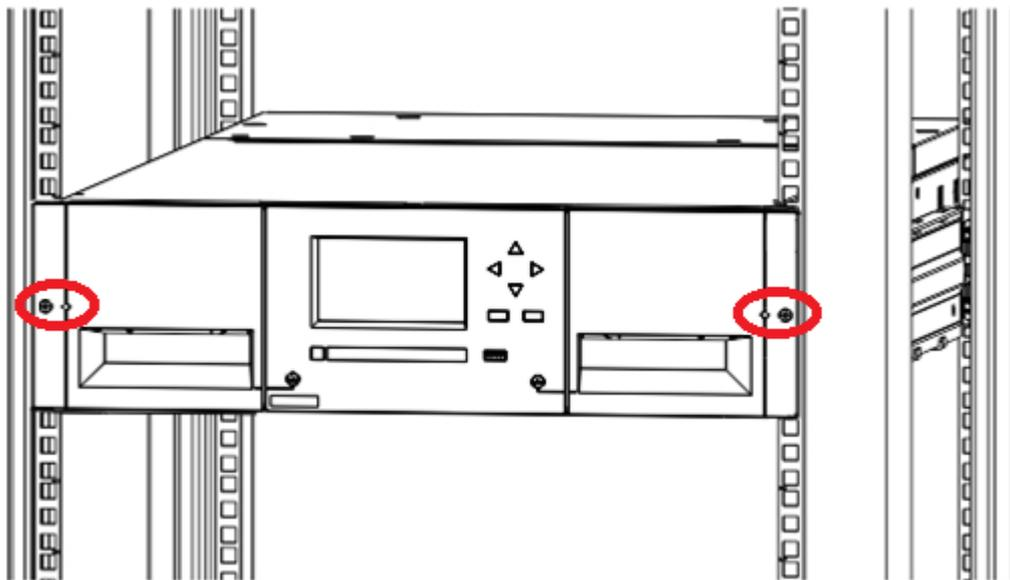

図 1-34 ラック内のライブラリ
5. プラスドライバを使用して、モジュールをラック前面に緩やかにねじ留めます。ねじは各サイドに 1 つずつです。図 1-34の丸で囲まれた領域を参照してください。
1. ライブラリの前面から、それぞれのモジュールがレールに取り付けられている箇所のねじ(図 1-34参照)を 2 回転分緩めます。